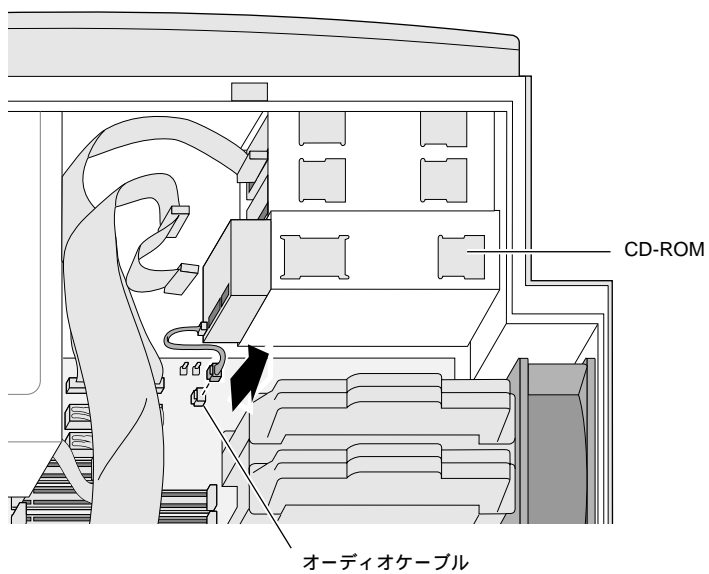

図 4-10 オーディオケーブルの取り外し
- CD-ROM または DVD-ROM ドライブを取り外す場合は、オーディオケーブルもシステムボードから外します。ケーブルを固定しているタブを押すと、ケーブルが外れます (図 4-10)。